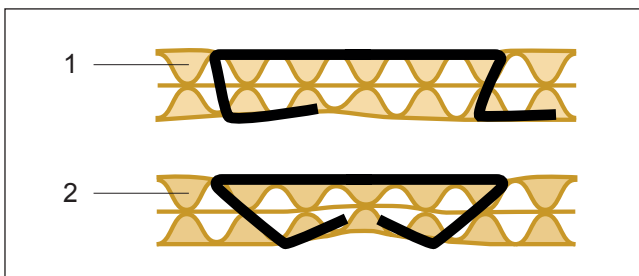

Fig. 13
- Faites un agrafage d'épreuve dans une pièce de carton. Lorsque l'enclure est réglée correctement, l'agrafage doit avoir l'allure indiquée en Fig. 13/2.